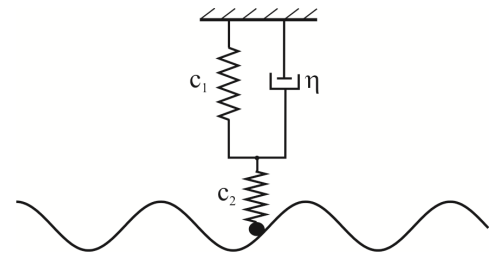

Abbildung 1: Standardmodell
- 1) Untersuchen Sie das einfache Elastomer-Standardmodell aus Abbildung 1 ($c_1, c_2, \eta; c_1 \ll c_2$), dem man einige wichtige Eigenschaften der Gummireibung entnehmen kann. Betrachten Sie einen Gummiblock mit komplexer Steifigkeit c in Kontakt mit einer gewellten, starren Oberfläche $h = h_0 \cos(\kappa x)$ (Abbildung 1). Berechnen Sie die Reibungskraft als Funktion der Gleitgeschwindigkeit.